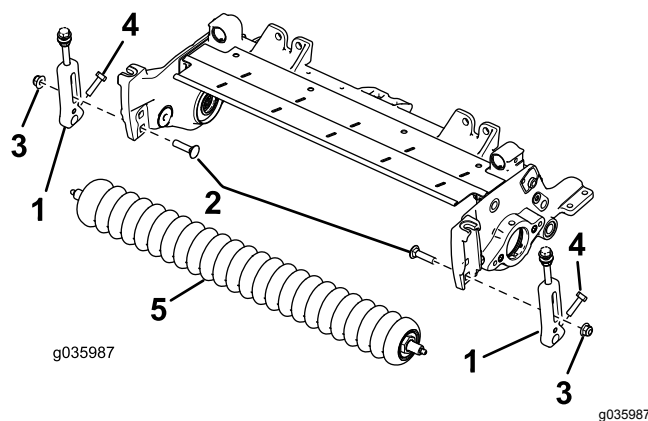

Рисунок 2
2. Выверните каретные болты и контргайки, крепящие кронштейны высоты скашивания (НОС) к боковым пластинам режущего блока (Рисунок 2).
3. Ослабьте винты крепления кронштейнов высоты скашивания к валу переднего валика (Рисунок 2).
4. Снимите имеющиеся кронштейны высоты скашивания и передний валик с боковых пластин режущего блока (Рисунок 2).